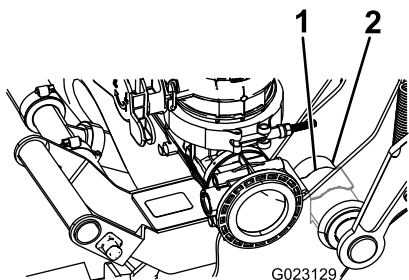

図 18
- そして、その位置から押して、クランプをピボットハウジングにはめる図 18。